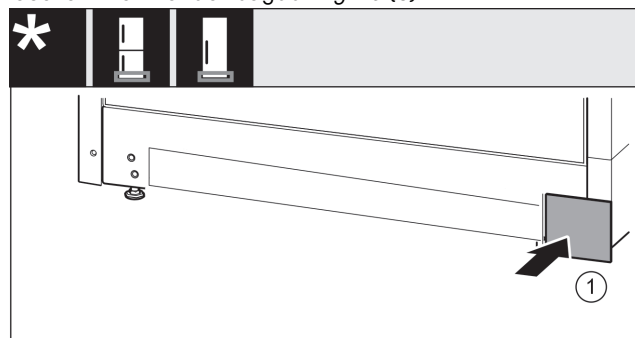

Fig. 17
- ▶ Sæt afdækningen på den anden side igen. Fig. 17 (1)